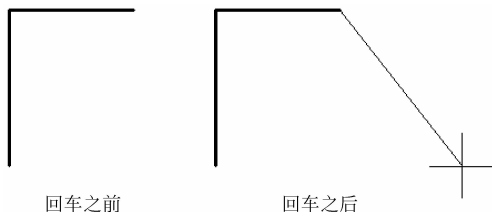

图 3-6 回车前后的变化
(1) 可直接在提示指定直线第一点后回车,系统会自动把上一次绘制的直线或圆弧的终点作为起点,如图 3-6 所示为回车前后的变化。